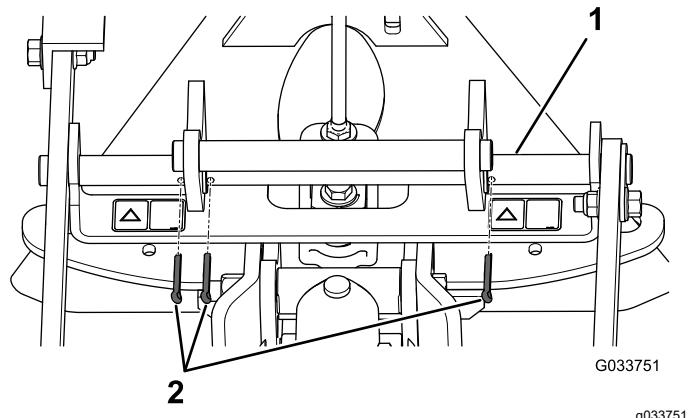

Figura 6
4. Instale una chaveta en cada uno de los 3 taladros de la barra de giro (Figura 6).
Nota: Asegúrese de que los taladros de la barra de giro están en las posiciones indicadas en Figura 6.